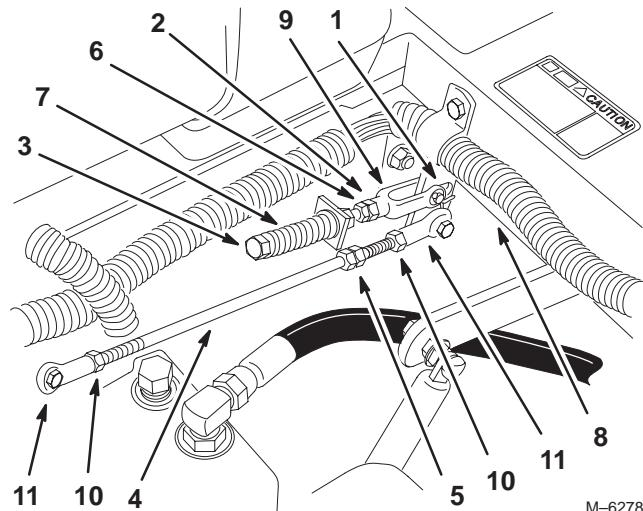

Bild 57
5. Schieben Sie den Hebel in die neutrale, jedoch **nicht gesperrte** Stellung (Bild 57).
6. Ziehen Sie den Hebel zurück, bis der Lastösenbolzen (am Arm unterhalb des Gelenkschafts) das Schlitzende berührt (und soeben Druck auf die Feder ausübt) (Bild 57).
8. Sollte eine Einstellung erforderlich sein, lockern Sie die Mutter und die Klemmmutter gegen das Joch (Bild 57).
10. Ziehen Sie dann die Mutter und die Klemmmutter an (Bild 57).
- Lockern Sie die Sicherungsmuttern an den Kugelgelenken der Pumpsteuerungsstange (Bild 57).
- Stellen Sie die Länge der Pumpstange ein, indem Sie die Doppelmuttern an der Stange so weit in die entsprechende Richtung drehen, bis das Rad stillsteht oder sich leicht zurückdreht (Bild 57).
- Ziehen Sie die Klemmmuttern an den Kugelgelenken fest (Bild 57).